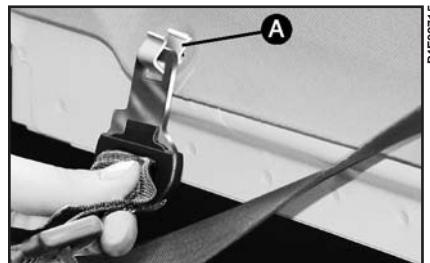
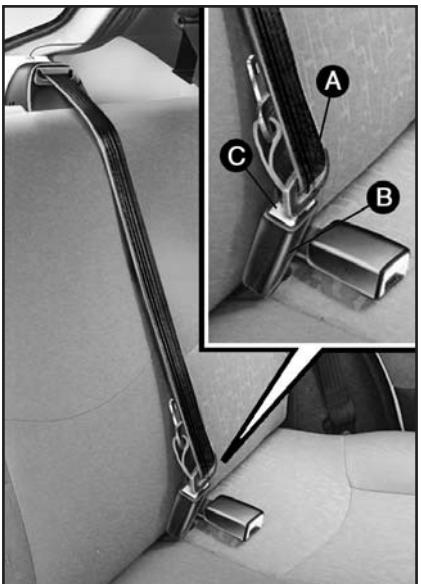

рис. 77
рис. 78
**ПРЕДУПРЕЖДЕНИЕ.** Если Вам необходимо откинуть заднее сиденье, сначала отстегните ремень **A** (рис. 77) от гнезда **B** (рис. 77), нажав кнопку **C** (рис. 77). Откинув сиденье, вставьте пряжку в специальное гнездо **A** (рис. 78) на задней полке.
После того как сиденье откинуто, поместите ремень центрального места в нерабочее положение (**рис. 77**).